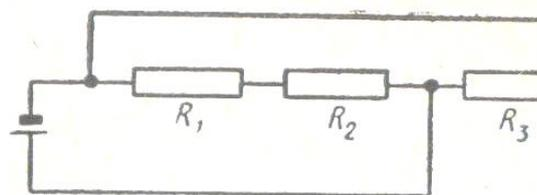

Рис.10
9. Внешняя цепь гальванического элемента составлена из трех сопротивлений (рис. 10). Найти ее сопротивление, зная, что $R_1 = R_2 = R_3 = 1$ Ом.